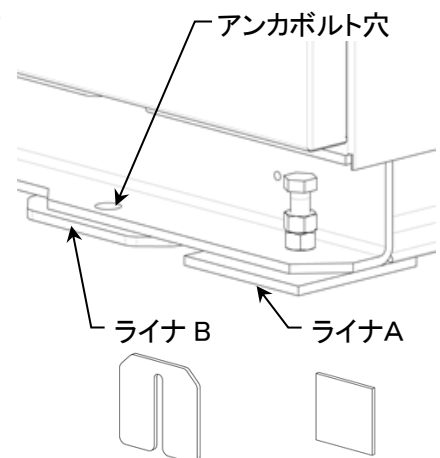

図 4-4
- 1) 機械据付ベッドチャンネルに溶接された前後6箇所のボルト(M12)の下、及びアンカ穴の下に鉄板製ライナ A, B を敷き機械をその上に据付けます。(図 4-4)